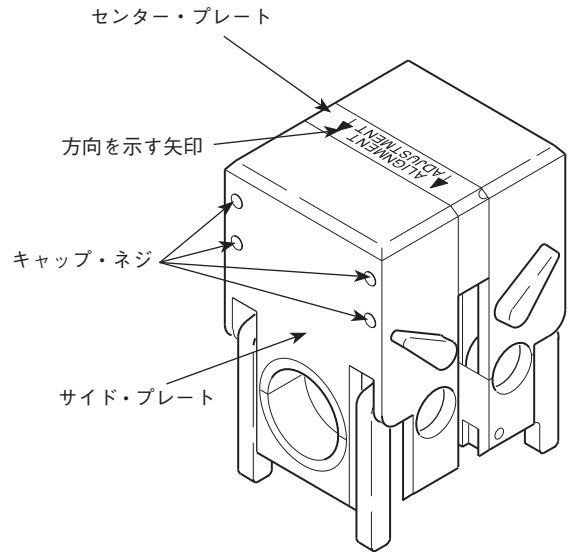

図 22：サイド・プレートを緩める
1. フィクスチャー・ブロックをひっくり返し、センター・プレート上の方向を示す矢印を見つけます。この矢印は、適切なサイド・プレートを指し示しています。図 22 をご参照ください。
2. 付属品の 3/32 インチ・サイズの六角レンチを使用して、適切なサイド・プレートのキャップ・ネジ 4 本を緩めて、サイド・プレートをセンター・プレートから少し離します。図 22 を参照して、適切なサイド・プレートを確認します。